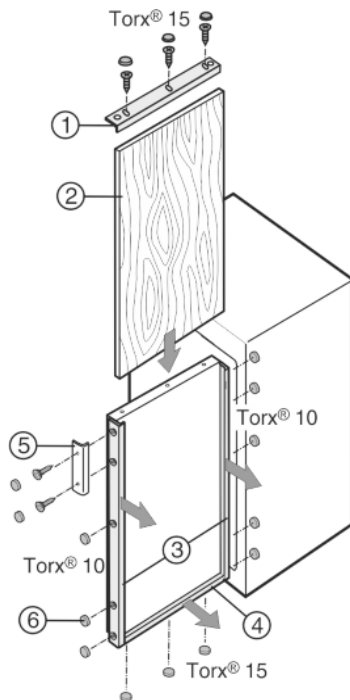

Fig. 39
- ▶ Schroef de decorlijst Fig. 39 (1) er aan de bovenkant af.
- ▶ Bij alle andere decorlijsten Fig. 39 (3, 4) de schroeven alleen losmaken en de decorlijsten naar voren schuiven.
- ▶ Decorplaat Fig. 39 (2) erin schuiven.
- ▶ Schuif de decorlijsten Fig. 39 (3, 4) terug en schroef ze vast.
- ▶ Schroef de decorlijst Fig. 39 (1) aan de bovenkant weer vast.
- ▶ Schroef de handgreep Fig. 39 (5) erop.
- ▶ Op alle schroefkoppen de afdekcapen Fig. 39 (6) vastklikken.